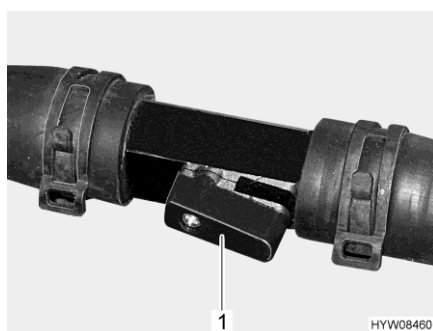

Fig. 161 Llave de paso (abierta)
- Ajustar la palanca (Fig. 161,1) en paralelo a la tubería (Fig. 161). Cuanto más se abra la llave de paso tanto más alta será la potencia calorífica.
- Ajustar la palanca (Fig. 161,1) transversalmente a la tubería. El circuito de calefacción se realizará a través de la tubería de derivación.